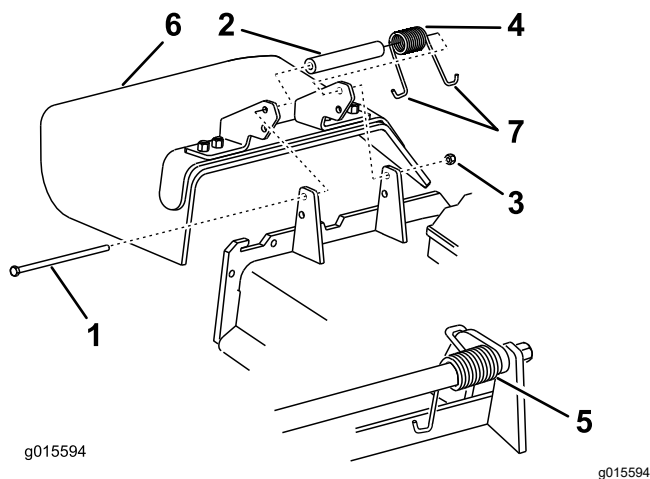

Bild 88
1. Entfernen Sie die Sicherungsmutter, Schraube, Feder und das Distanzstück, mit denen das Ablenkblech an den Drehhalterungen befestigt ist (Bild 88).
- Hinweis:** Achten Sie darauf, dass ein J-Hakenende der Feder hinter der Mähwerkkante befestigt ist, bevor Sie die Schraube einsetzen, wie in Bild 88 abgebildet.
- Führen Sie das J-förmige Hakenende der Feder um das Ablenkblech (Bild 88).